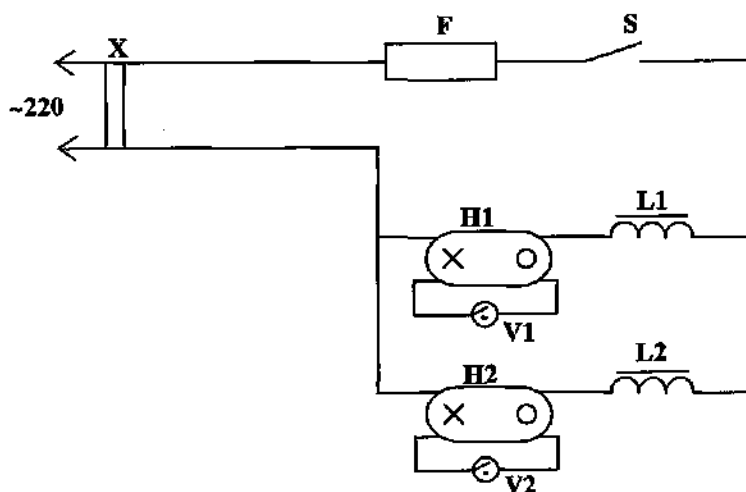

Рисунок 4. Схема электрическая принципиальная негатоскопа НЦП-1
5.1. Схема электрическая принципиальная негатоскопа НЦП-1 приведена на рис.4. Напряжение питания сети через предохранитель-автомат F поступает на сетевой выключатель S и далее на два звена элементов, каждое из которых состоит из аппарата пускорегулирующего L, стартера V и лампы люминесцентной H.